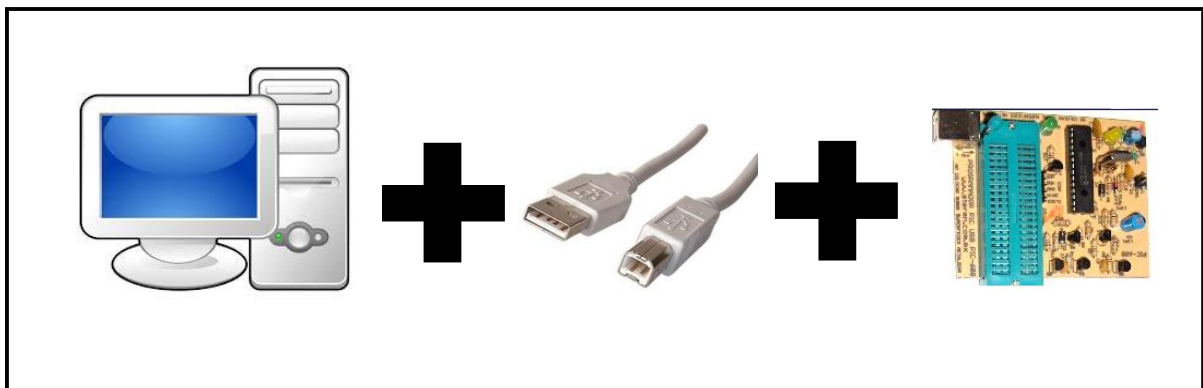

Figura 24. Conexión del PIC-600 a la PC.
8. Configure el software PIC-600 como se muestra en la *figura 24*.